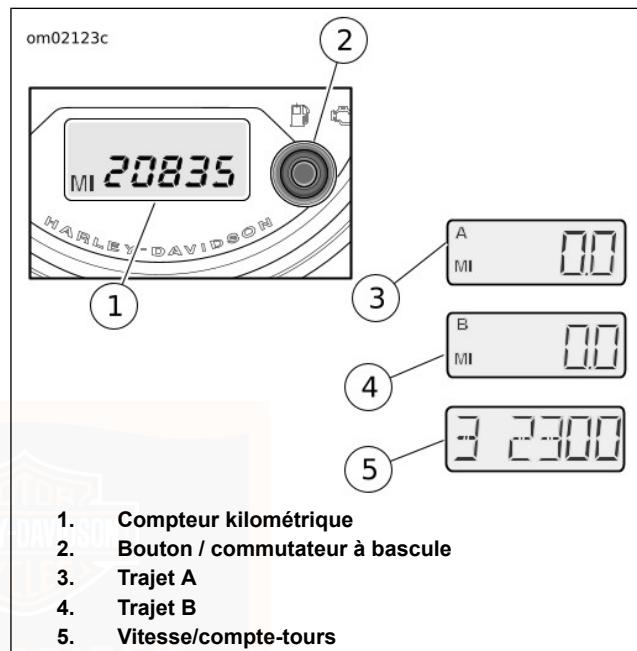

Figure 21. Vitesse/compte-tours/compteur kilométrique
Voir Figure 21 . Avec le contact établi, appuyer et relâcher le bouton / commutateur à bascule pour basculer entre les affichages du compteur kilométrique et l'affichage de la
Voir Figure 21 . Avec le contact établi, appuyer et relâcher le bouton / commutateur à bascule (2) pour basculer entre le compteur kilométrique (1), le compteur de trajet A (3) et le compteur de trajet B (4).